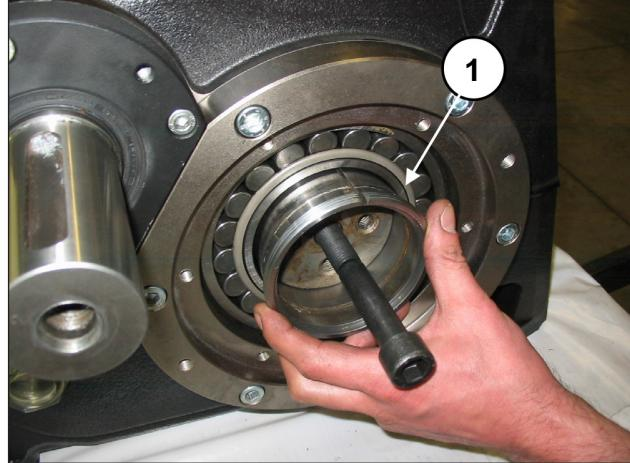

图 75
将两个压力衬套部分插入，通过先前安装的M16销子保持曲轴提起（位置①，图 75）。